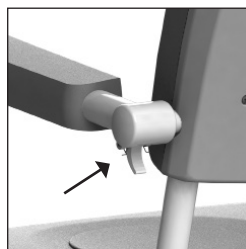

Abbildung 14. Armlehne.
- Die Armlehnen können entriegelt werden, indem der Sicherungsstift beim Gelenkpunkt am Gestell eingedrückt wird (Siehe Abbildung 14). Danach kann die Armlehne für den Patienten zur Seite gedreht und nach oben geklappt werden.